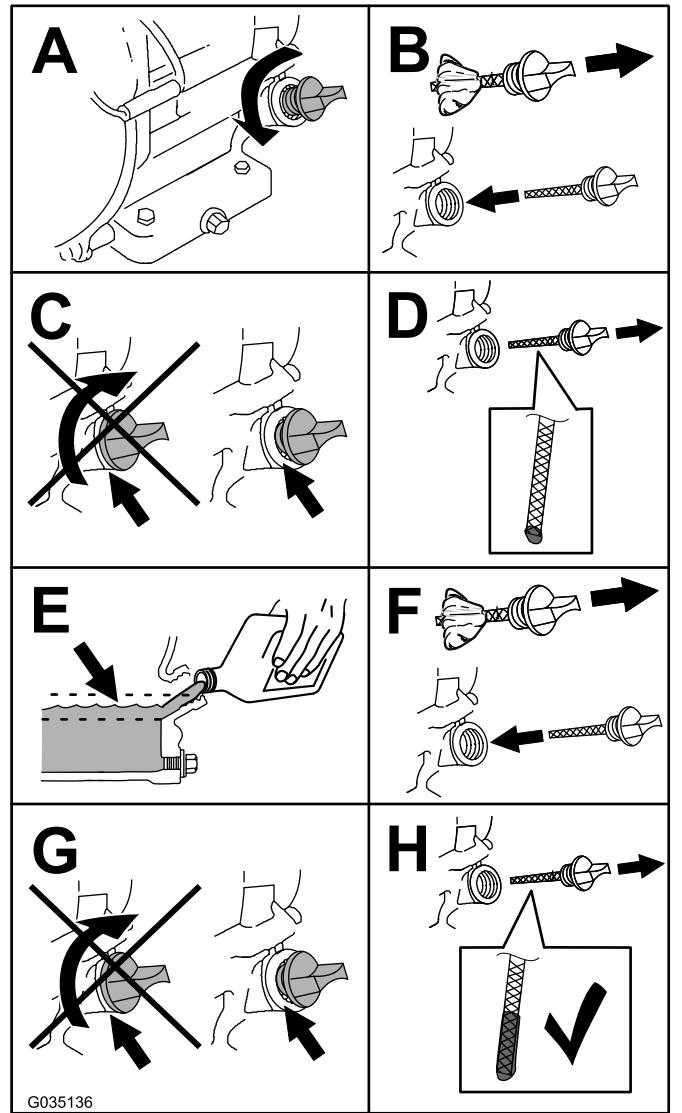

Figure 41
5. Contrôlez le niveau d'huile comme montré à la Figure 41.